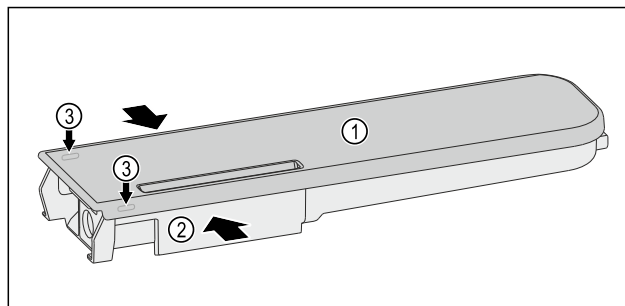

Fig. 123
- Comprimere il serbatoio dell'acqua Fig. 123 (2) e fare leva con attenzione sul coperchio Fig. 123 (1) sollevandolo dai naselli di arresto Fig. 123 (3).
- Spostare leggermente avanti e indietro il coperchio Fig. 123 (1) e rimuoverlo verso l'alto.